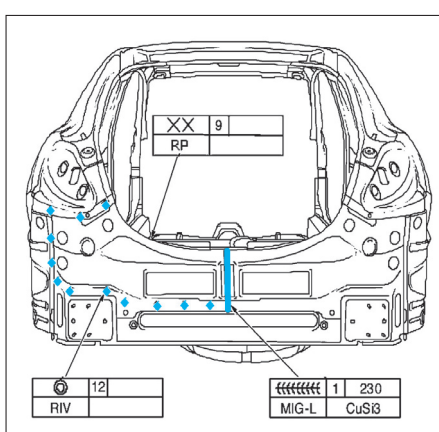

FIG. 116
- Riveter et souder le panneau arrière (fig. 116).